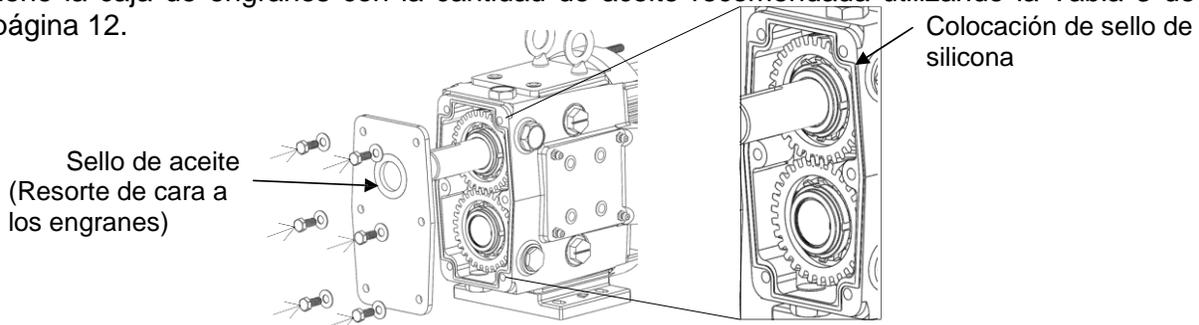

Figura 47: Instalar cubierta trasera de la caja de engranes
5) Retire todas las calzas de la caja de engranes y etiqueta el eje y el agujero del que proceden. Si los ejes se van a reutilizar, tendrán que reinstalarse con las calzas originales. De lo contrario, podría haber daños y desalineación en el cuerpo de la bomba. Retire y deseche los sellos de aceite traseros de la parte posterior de la caja de engranes. Utilice una varilla larga no metálica y un mazo suave para perforar el sello desde la parte delantera (Figura 47, A). Retire y deseche los sellos del cojinete delantero de los retenes del cojinete presionándolos hacia afuera (Figura 47, B). Limpie los retenes del cojinete ya que serán reutilizados. Limpie el exceso de grasa y lodo dentro de la caja de engranes antes de volver a ensamblarla.
10) Aplique una ligera película de lubricante a los diámetros interior y exterior del sello de aceite de la cubierta de la caja de engranes. Con una prensa, instale el sello de aceite en la cubierta trasera para que esté al ras con el exterior de la cubierta trasera y el resorte esté orientado hacia los engranes. Aplique un sellador de silicona a los bordes de la parte posterior de la caja de engranes asegurándose de que no haya espacios. Deslice la cubierta trasera sobre la caja de engranes, asegurándose de que el eje esté centrado en el sello de aceite, y asegúrelo con los pernos de retención (Figura 47). No corte el sello de aceite en la ranura de la chaveta del eje; puede utilizar cinta adhesiva para cubrir bordes afilados del eje. Instale los tapones de aceite y llene la caja de engranes con la cantidad de aceite recomendada utilizando la Tabla 3 de la página 12.